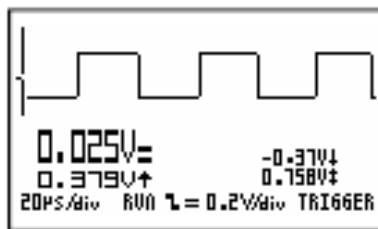

Fig 59
- **run** = *auto triggering* (fig. 59)